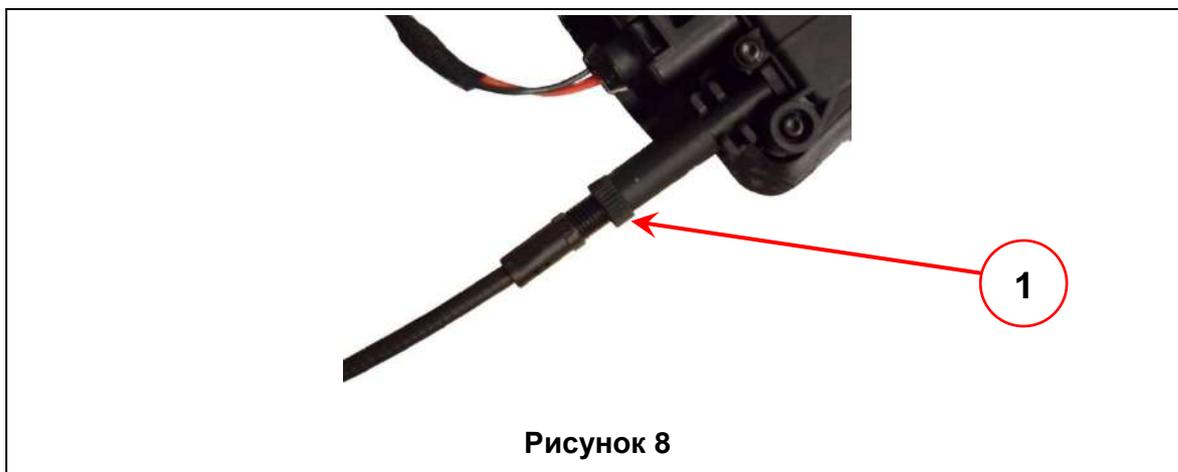

Рисунок 8
4. Если доводчик начинает работать до момента защёлкивания язычка штатного замка в первое положение (слишком рано), или для начала работы необходимо прилагать дополнительное усилие к двери после момента защёлкивания язычка в первое положение (слишком поздно) нужно отрегулировать длину рубашки приводного троса. Для этого необходимо отключить электропитание доводчика (снять разъём питания), извлечь мотор-редуктор **1, рис. 1** из установочного корпуса **2, рис. 1**, ослабить контргайку **1, рис. 8**.